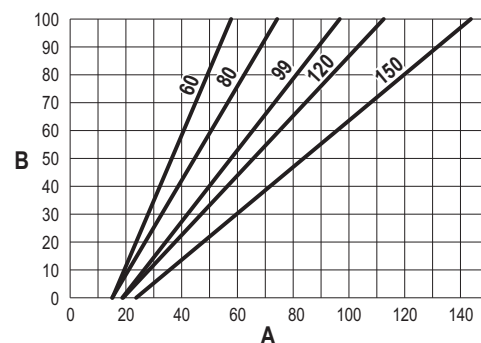

fig. 82
- Pulse las **teclas contextuales 1 y 2** para aumentar o disminuir la capacidad térmica (mínima = 00 - máxima = 100). Vea el diagrama "Regulación de la capacidad térmica" (fig. 82).